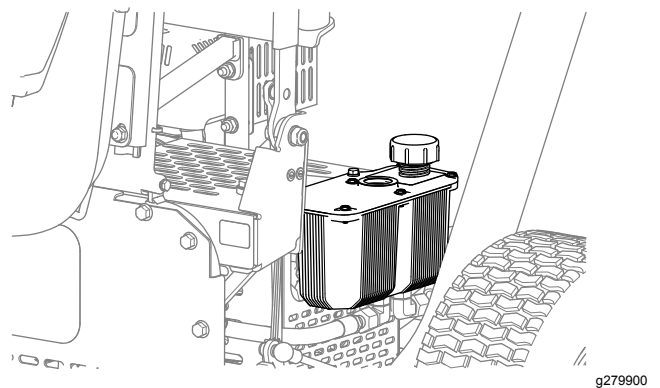

Figure 38
4. Remettez le bouchon du réservoir (Figure 38).
2. Enlevez le bouchon du réservoir hydraulique (Figure 38).